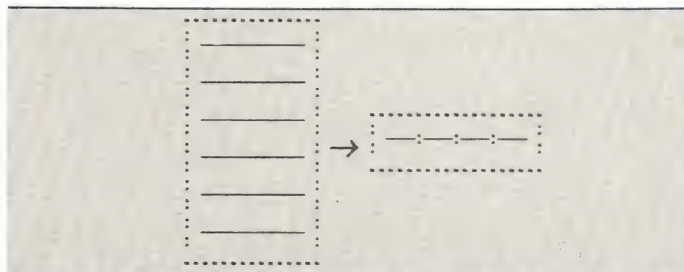

Bild 2. Manchmal ist es vorteilhaft, aus mehreren Zeilen eine zu machen.
4. Es kann manchmal nützlich und sinnvoll sein, einen Zeilenblock in eine Einzelzeile umzuwandeln (Bild 2).